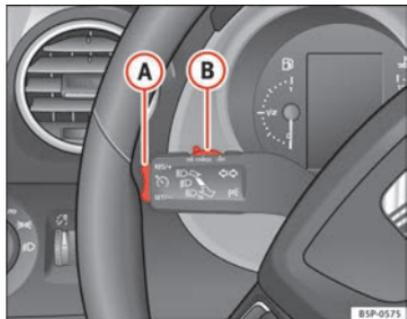

Abb. 156 Blinker- und Fernlichthebel: Schalter und Wippe für die Geschwindigkeitsregelanlage
- Wenn der Hebel (B) ohne bei **OFF** einzurasten auf die Position **CANCEL** gedrückt wird. Nach Ausführen des Befehls **CANCEL** kehrt der Hebel wieder auf seine Ausgangsstellung zurück, sobald er losgelassen wird.
Zur Wiederaufnahme der Regelung lassen Sie das Brems- bzw. Kupplungspedal los oder reduzieren Sie die Fahrzeuggeschwindigkeit auf unter 180 km/h (112 mph) und drücken einmal den oberen Teil der Wippe **RES/+** → Abb. 156 (A).
Durch Verstellen des Bedienteils (B) → Abb. 156 bis ganz nach rechts (OFF eingerastet) bzw. bei stehendem Fahrzeug durch Ausschalten der Zündung wird das System **vollständig abgeschaltet**.